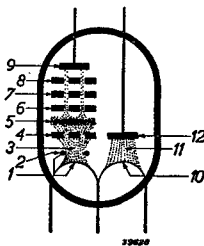

Fig. 3
Het heptodesysteem moet als een penthode met twee speciale roosters worden opgevat (zie fig. 3). In de eerste plaats bevindt zich tusschen den gloeidraad (1) en het eerste rooster (6) van het penthodegedeelte een hulpelectrode (2), die uit twee kleine staafjes bestaat en in de buis met den gloeidraad is verbonden. Door deze elektrode worden de electronen gebundeld en gedwongen zich volgens bepaalde banen te bewegen.